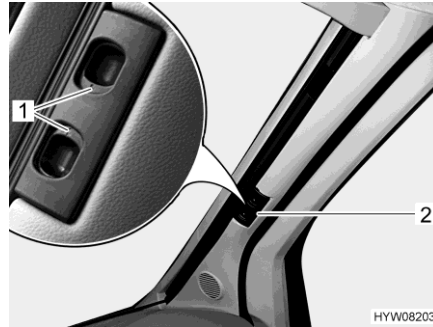

Fig. 40 Estor plegable para la luna delantera
- Empujar ambas mitades del estor plegable para la luna delantera en el tirador (Fig. 40,2) hacia afuera, hasta el tope. Al hacerlo, mover el tirador en posición horizontal en dirección a la escotadura de bloqueo.
- Dejar que engatillen los tiradores de desbloqueo (Fig. 40,1).